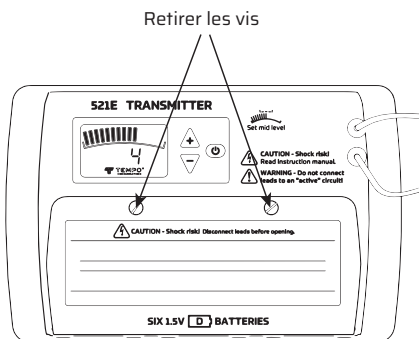

Figure 9.
3. Retirez le couvercle des piles (voir figure 9).